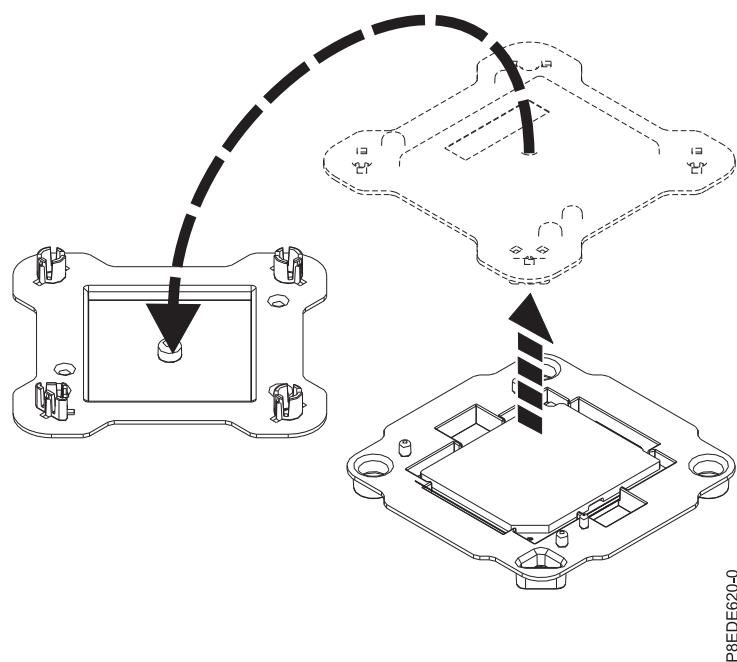

図 4. システム・プロセッサ・モジュールのパッケージを開く
5. 新しいシステム・プロセッサー・モジュールのパッケージを開き、カバーを上下逆にしてトレイの隣に置きます (7 ページの図 4 を参照)。カバーは、再取り付けするシステム・プロセッサー・モジュ